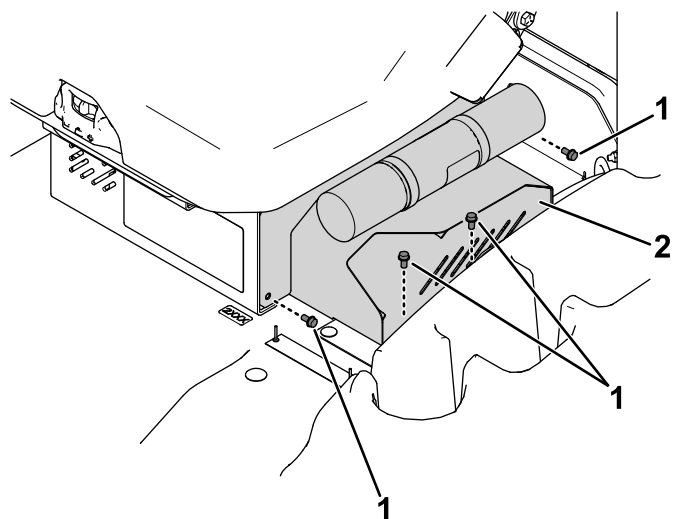

Figura 14
2. Rimuovete la copertura del cavo del caricabatterie (Figura 14).
3. Montate la copertura del cavo del caricabatterie (Figura 14).